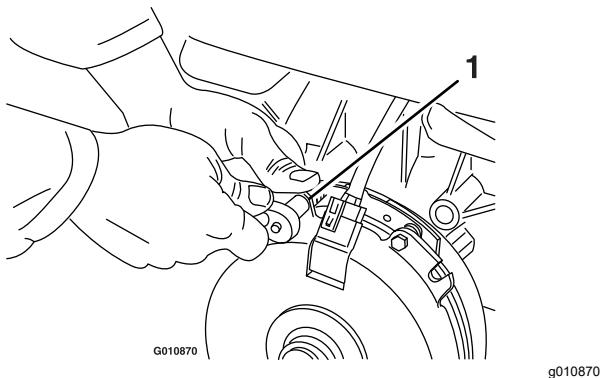

Figura 89
- A. Desaperte ambos os parafusos de montagem do travão meia a uma volta, como se mostra na Figura 89.